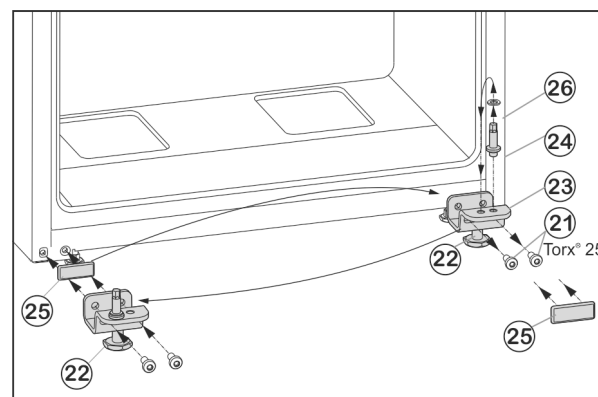

Fig. 7
- ▶ Открутите крепежные винты Fig. 7 (21).
- ▶ Снимите нижний опорный кронштейн Fig. 7 (23) вместе с опорным пальцем Fig. 7 (24), шайбой Fig. 7 (26) и регулируемой опорой Fig. 7 (22).
- ▶ Открутите опорный палец Fig. 7 (24) вместе с шайбой Fig. 7 (26) и, переставив в отверстие на противоположной стороне опорного кронштейна, снова прикрутите.
- ▶ Аккуратно снимите защитную пластину Fig. 7 (25) и переставьте ее на противоположную сторону.
- ▶ Прикрутите нижний опорный кронштейн Fig. 7 (23) вместе с опорным пальцем Fig. 7 (24), шайбой Fig. 7 (26) и регулируемой опорой Fig. 7 (22) с другой стороны шарнира (с моментом 4 Нм), при необходимости используйте аккумуляторный шуруповерт.
- Установите нижнюю дверцу сверху на опорный палец Fig. 7 (24).
- Выверните регулирующую опору Fig. 7 (22) на нижнем опорном кронштейне Fig. 7 (23) до ее соприкосновения с полом.